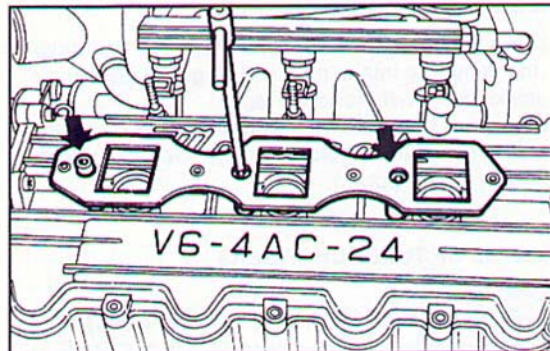

Fig. 39 ▲
- svitare le tre brugole e rimuovere i supporti bobine (Fig. 39);
- unscrew the three Allen screws and remove the coil supports (Fig. 39);